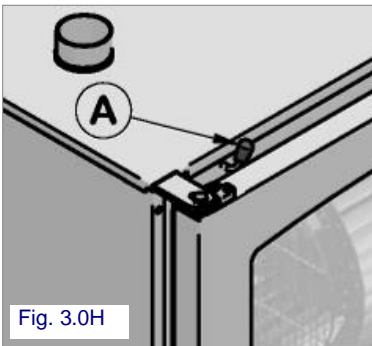

Fig. 3.0H
tiene la función de regular la humedad dentro de la cámara de cocción. Se activa manualmente mediante el mando redondo (A) situado encima de la puerta (Fig. 3.0H).